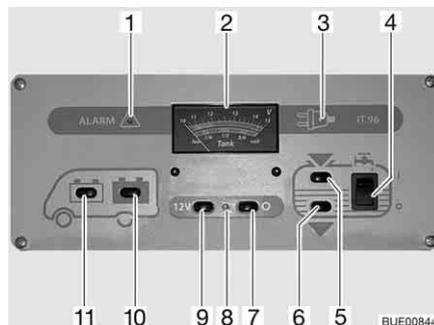

Fig. 106 Panneau de contrôle IT 96-2
L'interrupteur principal 12 V (Fig. 106,7 et 9) établit ou coupe le panneau de contrôle et l'alimentation 12 V de la cellule.
*Mise en marche :* ■ Appuyer sur le commutateur (Fig. 106,9) "12 V" : L'alimentation 12 V de la cellule est assurée. Le voyant de contrôle (Fig. 106,8) s'allume en vert.
*Mise hors service :* ■ Appuyer sur le commutateur (Fig. 106,7) "O" : L'alimentation 12 V de la cellule est coupée. Le voyant de contrôle (Fig. 106,8) s'éteint.
Observer sur l'indicateur de charge/de niveau de réservoir (Fig. 106,2), la graduation supérieure. L'indicateur s'éclaire automatiquement dès qu'un commutateur est actionné.
- Appuyer sur le commutateur (Fig. 106,11)  : La tension de la batterie de démarrage est affichée.
- Appuyer sur le commutateur (Fig. 106,10)  : La tension de la batterie de cellule est affichée.
Observer sur l'indicateur de charge/de niveau de réservoir (Fig. 106,2) la graduation inférieure. L'indicateur s'éclaire automatiquement dès qu'un commutateur est actionné.
- Appuyer sur le commutateur (Fig. 106,5)  : Le niveau du réservoir d'eau est affiché.
- Appuyer sur le commutateur (Fig. 106,6)  : Le niveau du réservoir d'eaux usées est affiché.
*Mise en marche :* ■ Commutateur à bascule (Fig. 106,4) vers le haut "I" : L'alimentation en eau est activée.
*Mise hors service :* ■ Commutateur à bascule (Fig. 106,4) vers le bas "O" : L'alimentation en eau est désactivée.
Le voyant d'alerte rouge "ALARM" (alarme) (Fig. 106,1) clignote dès que la charge de la batterie de cellule descend en dessous de 11 V (mesurée en marche) et qu'il y a risque de décharge profonde des batteries.
Le voyant de contrôle 12 V (Fig. 106,8) s'allume dès que l'interrupteur principal 12 V (Fig. 106,9) est enclenché.
Le voyant de contrôle jaune 230 V (Fig. 106,3) s'allume si l'arrivée du bloc électrique est sous tension de réseau.